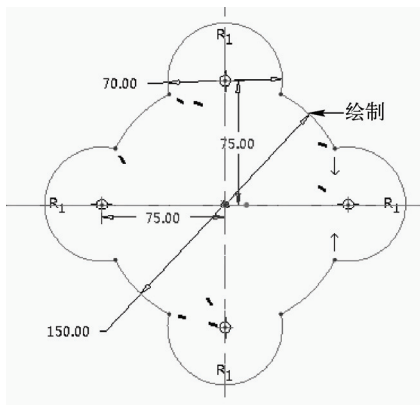

图 6-45 绘制草绘截面
STEP 05 进入草绘环境并打开“草绘”选项卡，单击相应按钮，绘制草绘截面，如图 6-45 所示。